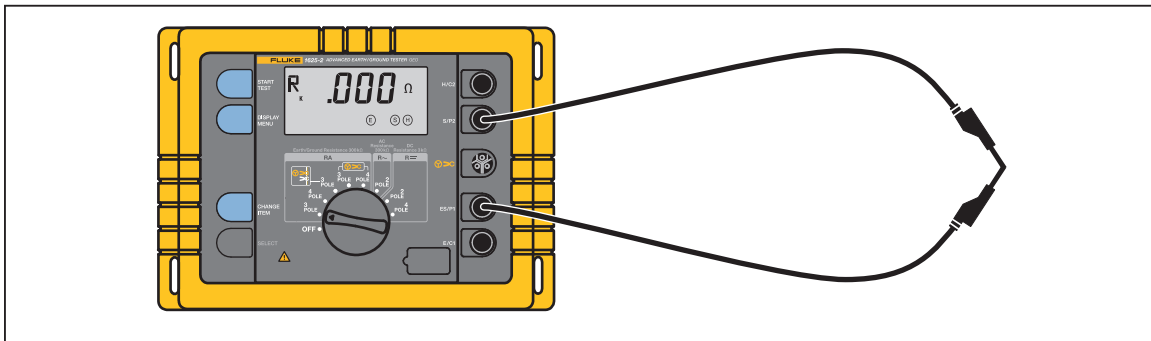

Abbildung 14. Kompensation des Messleitungswiderstands
- Messleitung gemäß Abbildung 14 kurzschließen.